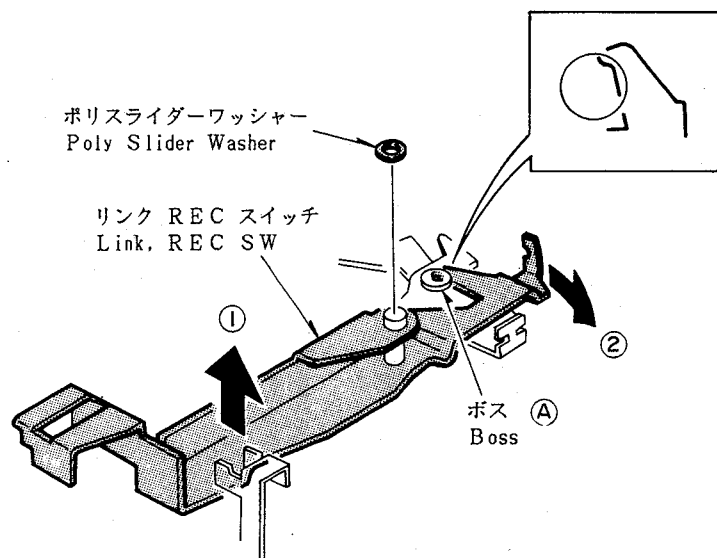

Fig. 6
- 1) ポリスライダークワッシャーをはずし矢印①方向に持ち上げながら矢印②方向へずらしながらボス (A) のツバからリンクRECスイッチをはずす。(Fig. 6 参照)
Pick up the Link, REC Switch in the direction of arrow ① and turn it in the direction of arrow ② until its tip comes off from the guide boss (A). (See Fig. 6)